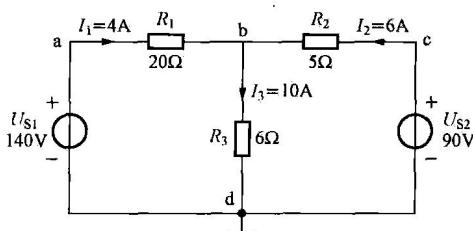

图 1-5 例 1.2.1 的电路
**例 1.2.1** 电路如图 1-5 所示，按定义求电位。